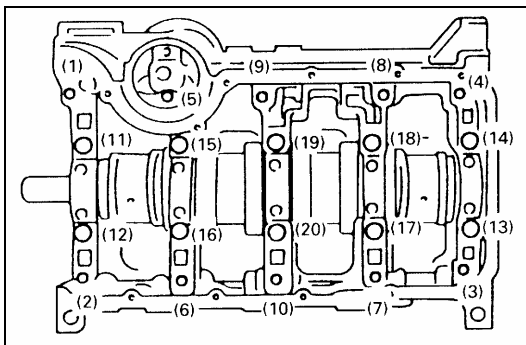

Рис. 4-75.
8). Соответственно последовательности, показанной на Рис. 4-75, поочередно ослабить болты крепления в несколько приемов, снять картер коленчатого вала.